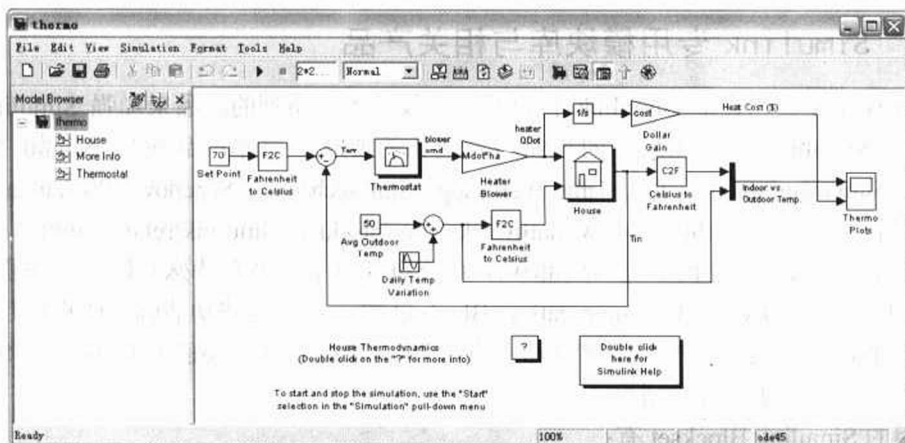
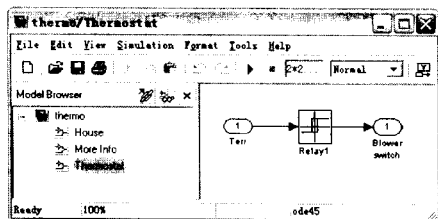
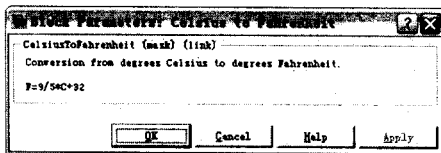
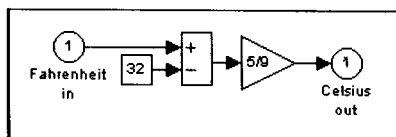

图 1.1 房屋热传递演示模型
图 1.4 Thermostat 子系统模型
图 1.5 温度转换精细封装子系统
图 1.6 温度转换子系统构造
直接打开演示程序模型窗口，这个命令会启动 Simulink，打开模型如图 1.1 所示。
(3) 在第(2)步中，打开模型的同时会弹出 Thermo Plots 的 Scope 窗口。如果在弹出时关闭了，可以通过双击图 1.1 中最右侧的 Thermo Plots 模块重新打开。
Thermostat 子系统是对温度调节器进行建模，设置开与关。双击 Thermostat 子系统可得到如图 1.4 所示模型。室内室外的温度都必须从华氏度($^{\circ}\text{F}$)转换到摄氏度($^{\circ}\text{C}$)，转换公式： $C=5 \times (F-32)/9$ 。在图 1.1 中双击 Celsius to Fahrenheit 模块会弹出如图 1.5 所示的对话框。图 1.5 是被精细封装的子系统，在后面的章节会讲解如何创建封装子系统，此子系统详细构造如图 1.6 所示。